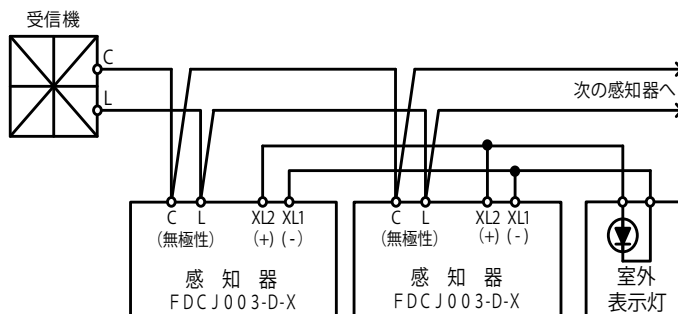

図1 結線図〔室外表示灯を使用する場合〕
- (1) 感知器ベースはFZB018-4(露出型)を使用してください。
- (2) 本感知器は、感知器の作動に伴い、受信機に信号を送るとともに、室外表示灯を接続することで、室外で感知器の作動を確認することができます。
- (3) 本感知器と受信機間の外線接続および他の室外表示灯との外線接続は図1を参照してください。感知器のXL1(-)、XL2(+)端子は有極性のため、複数の室外表示灯回路付感知器を接続する場合は極性を合わせてください。
- (4) 室外表示灯はFLL061型シリーズを使用してください。
- (5) 本感知器はアドレス表示機能を有しているため、アドレス設定器(「3.仕様」を参照)を用いてアドレスを設定してください。1~60までのアドレスを設定できます。